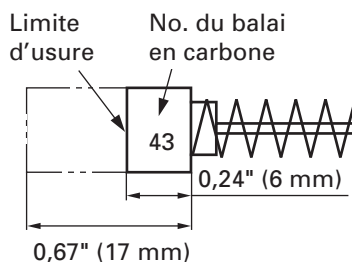

Fig. 30
4. Contrôle des balais en carbone (Fig. 30)
REMARQUE: Utiliser le balai en carbone HITACHI No. 43 indiqué sur la Fig. 30.